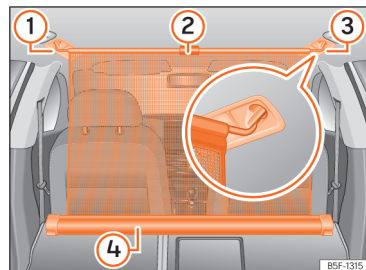

Fig. 190 En el maletero: red de separación enganchada con los respaldos del asiento trasero abatidos.
- Tire hacia arriba de la lengüeta >>> **fig. 190 ②** para sacar la red de la carcasa **④**.
- Enganche la red de separación en el lado derecho o izquierdo >>> **fig. 190 ③** (imagen ampliada).
- Enganche la red de separación en el alojamiento del otro lado >>> **fig. 190 ①** estirando la barra.
La red de separación está correctamente montada cuando los extremos en forma de T están enganchados firmemente en los alojamientos correspondientes >>> **fig. 190 ③** y **①**.
- Enrolle la red en la carcasa >>> **fig. 190 ④** bajándola con la mano.